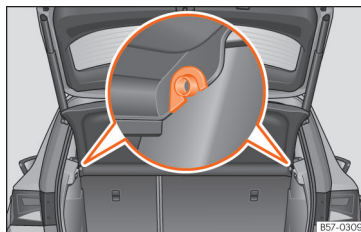

Рис. 170 Багажний відсік: знімання й установлення полиці.
- Зніміть полицю з бокових опор >>> **рис. 170**, посунувши догори й потім на себе.
- Тримавши горизонтально, покладіть полицю фіксаторами на опори ("підкови" повинні збігатися) >>> **рис. 170** і натисніть униз до остаточної фіксації.